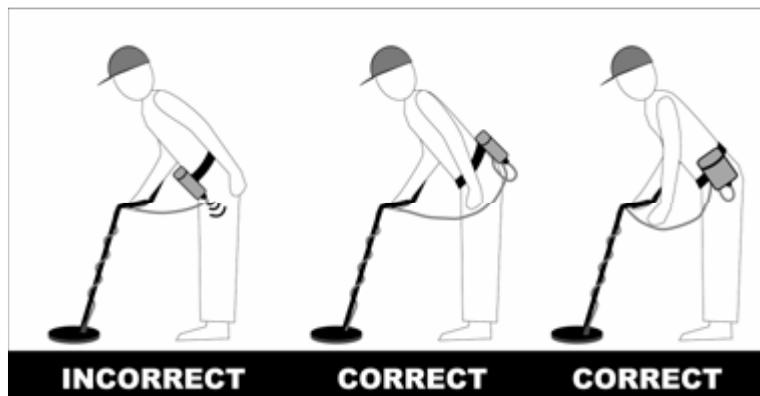

Рис. 2
- Если блок управления носится на бедре, обязательно предотвратите растяжение кабеля - просуньте кабель в элемент крепления поясной сумки. (Рис.2)